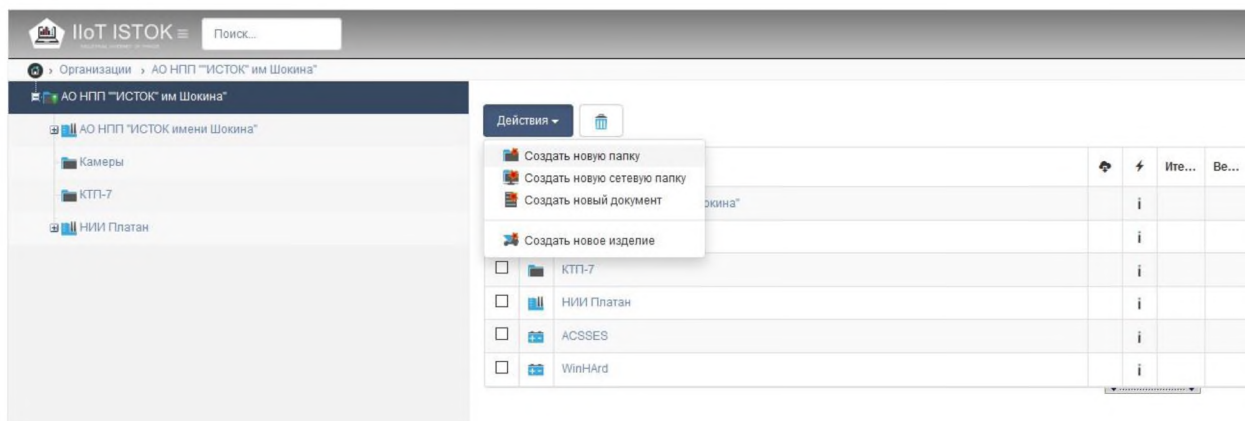

Рисунок 55 – Создание папки
- 3) Выделите организацию слева в дереве папок и нажмите **Действия, Создать новую папку** (рис. 55).